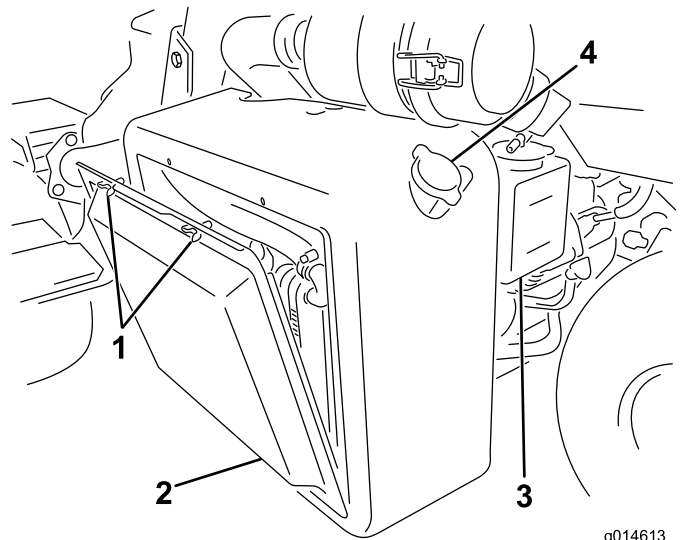
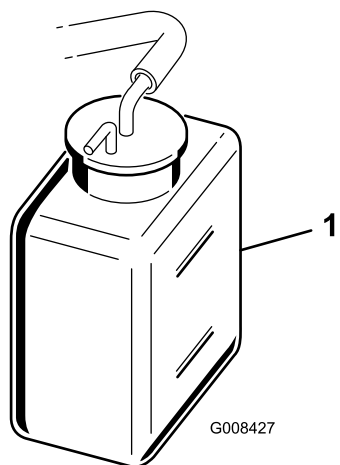

Figure 37
Figure 38
1. Retirez l'écran du radiateur (Figure 37).
2. Contrôlez le niveau de liquide de refroidissement (Figure 37 et Figure 38).